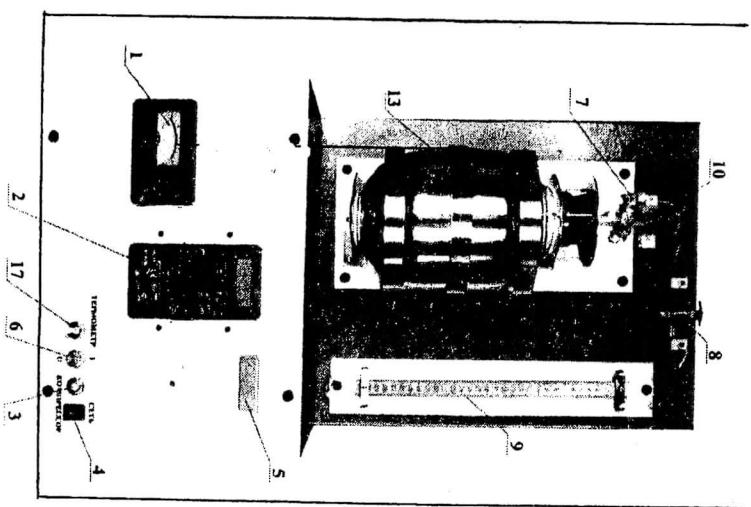

Рис.3. Внешний вид установки УКЛО – 2В-6
1. Общий вид установки показан на рис.3. Где на передней панели расположены: 1 - источник питания, 2 - мультимер, 3 - тумблер «компрессор» для включения микрокомпрессора, кран К1 (7) служит для напуска воздуха в рабочий объём от микрокомпрессора, кран «К» (8) перекрывает правое колено манометра (9), тумблер «сеть» (4), индикатор термометра (5), тумблер «I - U» (6) для подключения мультиметра в режиме измерения тока нагревателя либо напряжения на нагревателе, калориметрический сосуд (13) и кран «К2» (10) для соединения рабочего объёма с атмосферой. Тумблер (17) включения термометра.